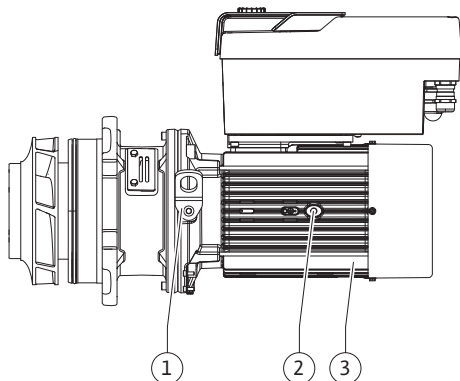

Fig. 112: Instickssats
13. För in instickssatsen (se Fig. 112) i pumphuset i det tidigare läget eller i ett annat önskat vinklat läge. Observera komponenternas tillåtna monteringslägen (se kapitlet "Tillåtna monteringslägen och ändring av komponentplaceringen före installationen" [► 26]).
14. Vi rekommenderar att monteringsbultarna används (se kapitlet "Tillbehör" [► 22]). När lanternförningen märkbart hakar fast (ca 15 mm före ändläget) finns det inte längre någon risk för vältning eller förskjutning. Efter att instickssatsen har säkrats med minst en skruv (Fig. I/III, pos. 10 eller Fig. III/IV, pos. 29) kan fästena tas bort från transportöglorna.
15. Skruva in skruvarna (Fig. I/III, pos. 10 eller Fig. III/IV, pos. 29), men dra inte åt dem än. När skruvarna skruvas in dras instickssatsen in i pumphuset.